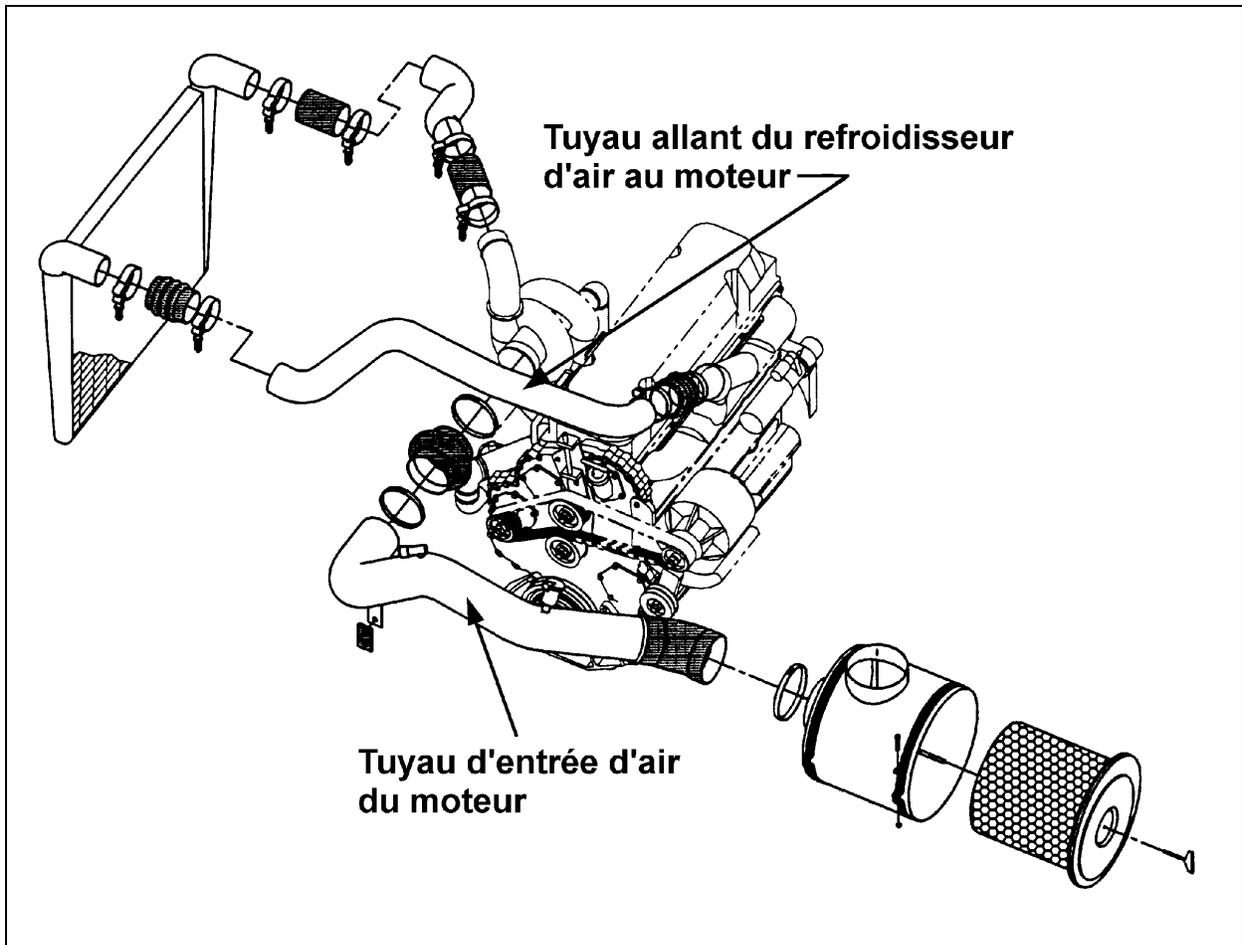

FIGURE 1 : COMPARTIMENT MOTEUR
2. Enlever le tuyau d'entrée d'air du moteur (voir fig. 1).
3. Enlever le tuyau allant du refroidisseur d'air au moteur (voir fig. 1).